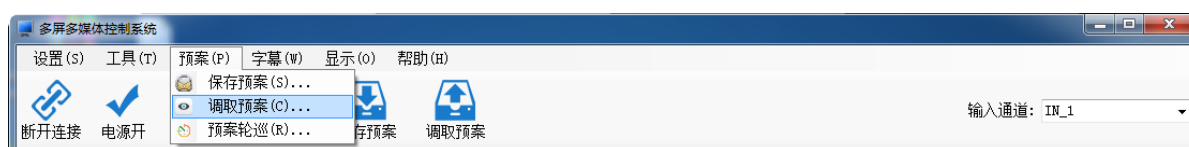
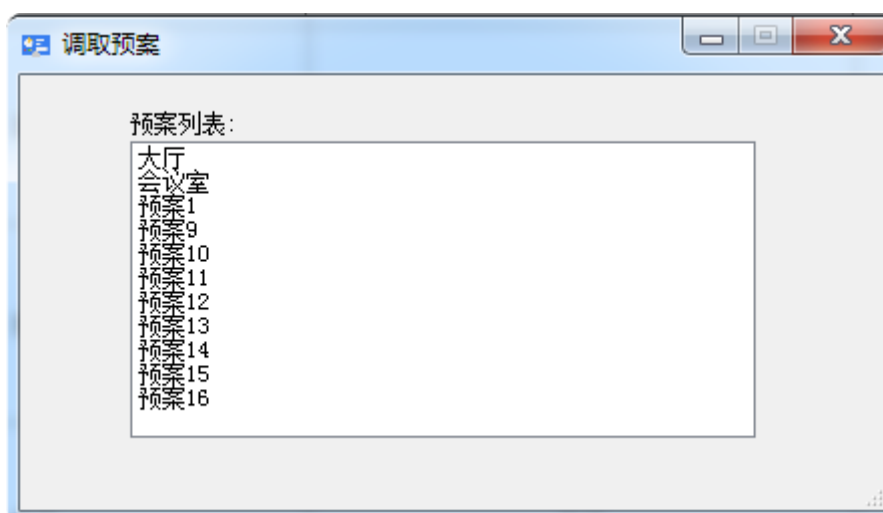

图 2.9.4 进入调取预案界面
图 2.9.5 调取预案界面
2) 调取预案：进入“调取预案”界面如图 2.9.4 所示。点击软件主界面菜单栏“预案”，在出现的下拉菜单中点击“调取预案”，弹出“调取预案”窗口，如图 2.9.5 所示，双击所选中的预案即